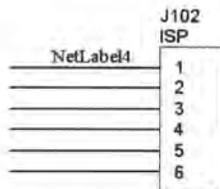

图 3-84 完成放置
- [2] 将光标移动到需要放置网络标签的导线上，当出现红色“米”字标志时，表示光标已捕捉到该导线，此时单击鼠标左键即可放置一个网络标签，如图 3-84 所示。